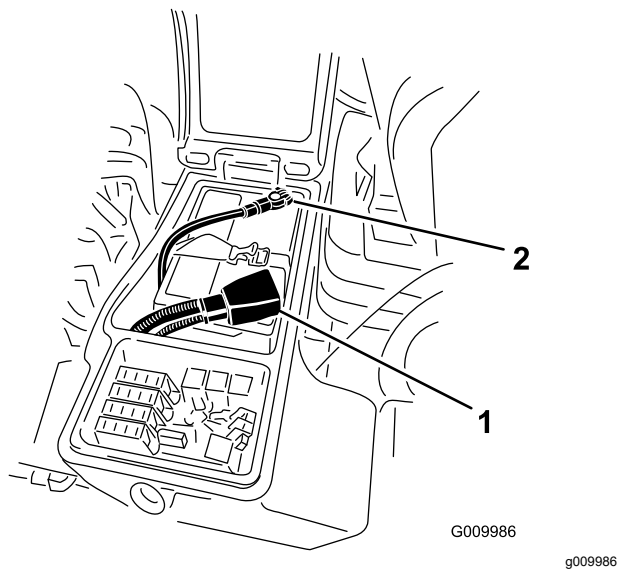

Figure 67
3. Débranchez le câble négatif (noir) de la borne négative (-), puis le câble positif (rouge) de la borne positive (+) de la batterie (Figure 67).
6. Raccordez le câble positif (rouge) de la batterie à la borne positive (+) et le câble négatif (noir) à la borne négative (-) (Figure 67).